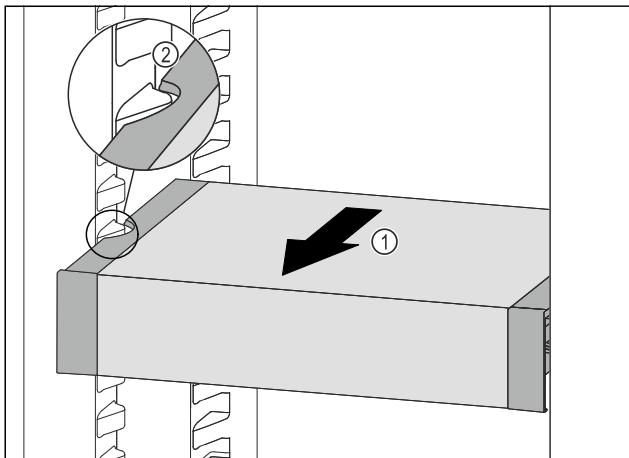

Fig. 121
- Ladicu VarioSafe vucite prema naprijed *Fig. 121 (1)* sve dok se bočni otvori ladice VarioSafe ne nađu na visini žlijeba spremnika u hladnjaku. *Fig. 121 (2)*